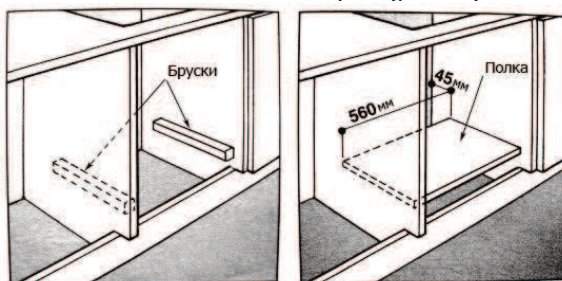
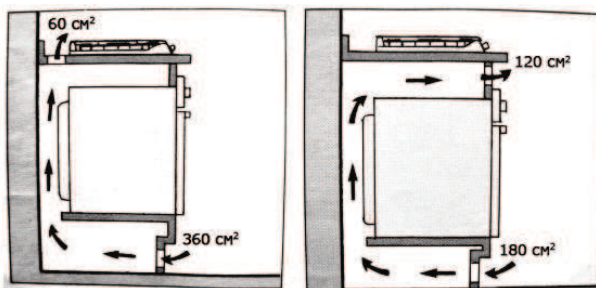

Рис. 8. Варианты подставки под духовку
Рис. 9. Устройство вентиляции шкафа
- ВАЖНО:** при установке варочной панели над встроенной духовкой, духовка должна быть установлена на подставку – например, на бруски или на полку. При этом в задней части подставки требуется оставить свободное пространство размерами не менее 45×560 мм (рис. 8) для обеспечения достаточной вентиляции внутреннего пространства шкафа. С этой же целью необходимо предусмотреть отверстия для входа и выхода воздуха (рис. 9).